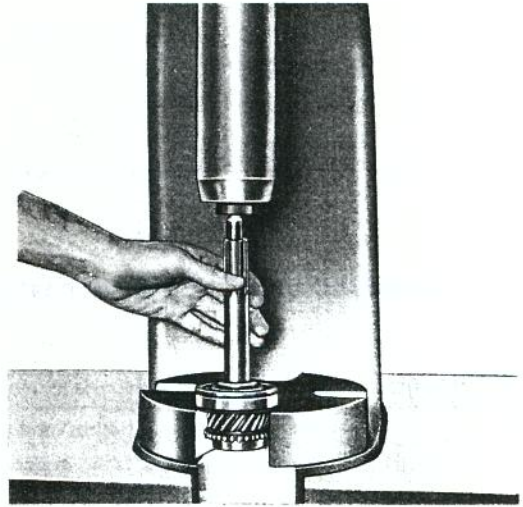

Fig. 7
- o rolamento. Para isso, use uma prensa como vemos na fig. 7.